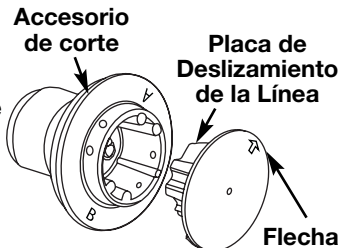

Fig. 7
3. Reinstale la placa de deslizamiento (Fig. 7). Alinee la flecha con: